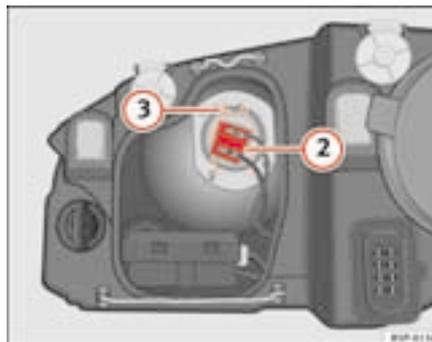

Fig. 180 Médios
- Retirar o conector ⇒ página 260, fig. 180 ② da lâmpada.
- Desengatar a mola de fixação ⇒ página 260, fig. 180 ③ pressionado-a para dentro e para a direita.